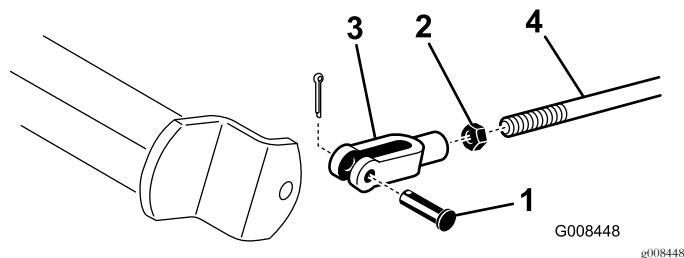

图47
2. 如果刹车没有均匀锁定请取下开口销和柱销断开刹车杆图47。
3. 松开锁紧螺母并相应调节 U 形销图47。
4. 将 U 形销装回刹车轴图47。